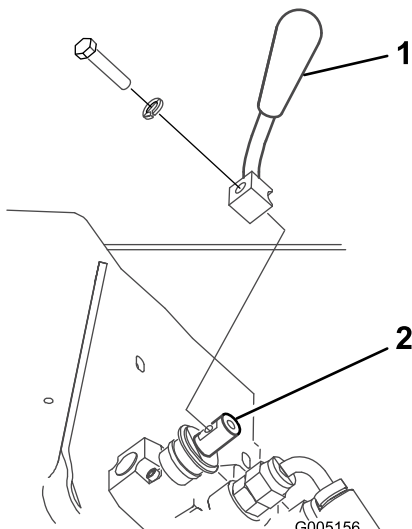

図 4
2. ボルトとロックワッシャを使って、レバーを速度セクタに 図 4 のように固定する。